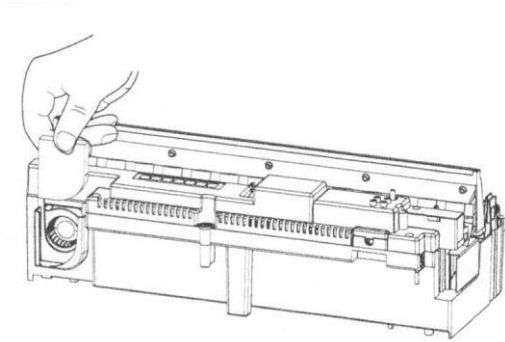

Fig 28
2. Schuif het luchtfilter voorzichtig omhoog uit de plastic houder. (Fig. 28.)